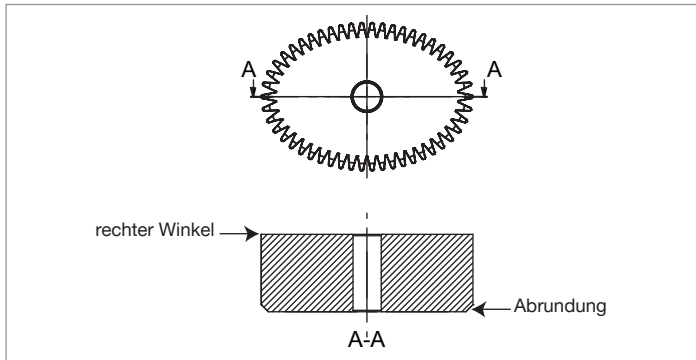

Bild 8 Schnittzeichnung eines Ovalrads
- Krümmungsradius am Umfang der Ovalräder gegen Gehäuseboden orientieren (siehe Bild 8).